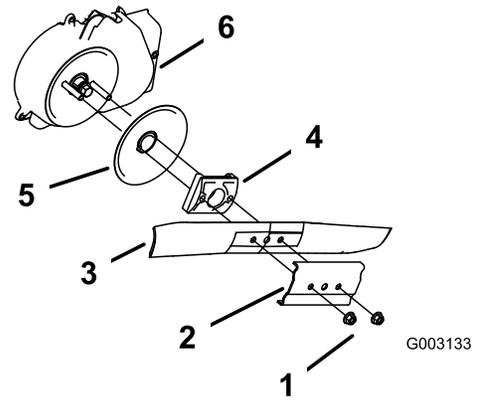

Figure 32
- Retirez les 2 écrous de la lame et le renfort (Figure 32).
- Déposez la lame (Figure 32).
- Déposez le dispositif d'entraînement de la lame et le disque (Figure 32).
- Déposez la protection du débrayage de frein de lame (Figure 32).
- Reposez la lame et le renfort déposés précédemment (Figure 32).